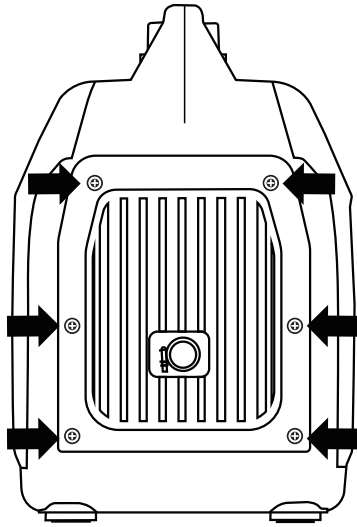

Figura 20: remueva los tornillos que sujetan la cubierta de silenciador.
3. Remueva los tornillos que sujetan la cubierta de silenciador en su lugar (vea la Figura 20).